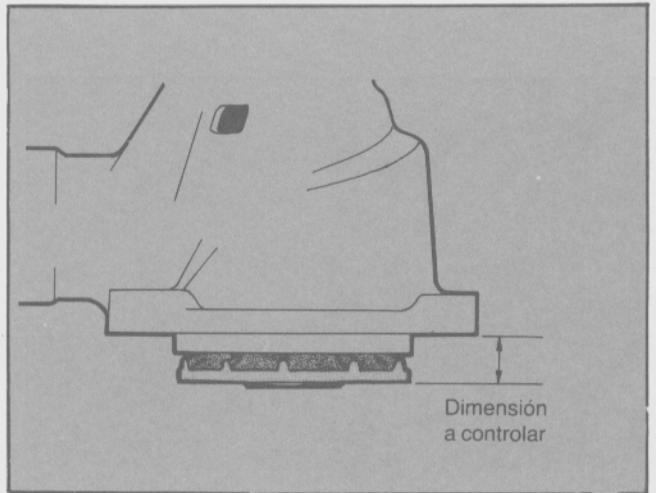

Fig. 27 - Instalación del rotor.
- Colocar el rotor, controlando su ubicación con el valor especificado (Fig. 27).